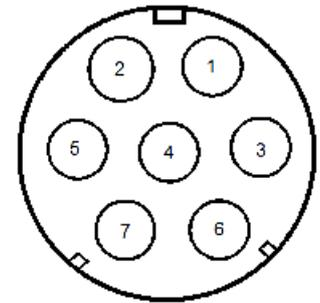

Abbildung 3: Anschluss TMA-296 HV*
- ABBILDUNG 3: ANSCHLUSS TMA-296 LV/MV/HV* WEIPU SP1712/P9 6
Beim TMA-296 HV mit 250-V-Relaisoption wird der Anschluss in Abbildung 3 nur für die RS-232-Verbindung verwendet. Setzen Sie die **Kappe** auf den Anschluss, wenn kein Kabel an diesen Anschluss angeschlossen ist, wenn das Radar in Betrieb ist.